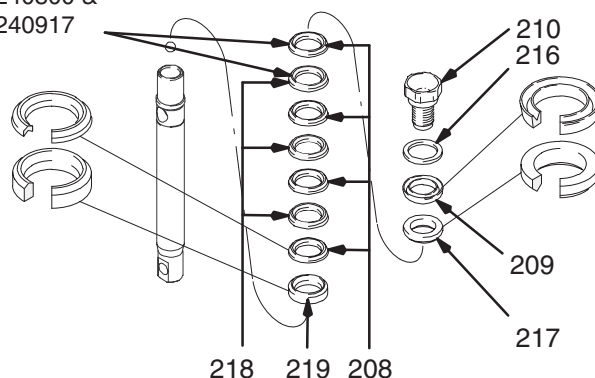

Fig. 9
Fig. 9. Faire tremper tous les joints en cuir dans de l'huile SAE 30W pendant 1 heure au minimum avant le montage. Enfiler la bague mâle (219) sur la tige de piston. Enfiler alternativement les joints en UHMWPE (208) et en cuir (218) (attention au sens) sur la tige de piston. Monter la bague femelle (217). Monter la rondelle d'appui (216) et le joint en U (209) (attention au sens) sur la soupape de piston (210). L'enduit d'étanchéité spécial recouvrant le filetage de la soupape de piston est bon pour quatre changements de joints. Enduire le filetage de la soupape de piston de Loctite® après le quatrième changement de joints.